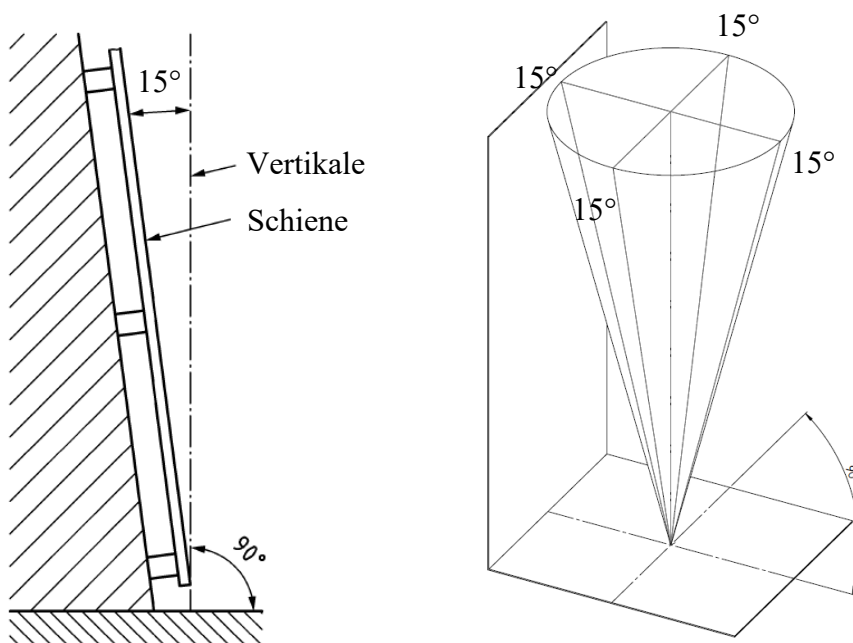

Abbildung 23: Neigungswinkel
- Der maximale Neigungswinkel der geraden Führungsschiene $\pm 15^\circ$ zur Lotrechten (siehe Abbildung 23: Neigungswinkel)